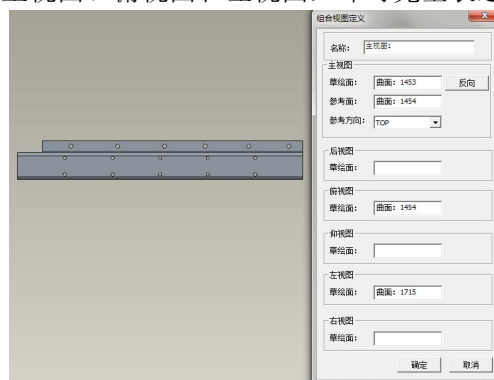

图 6
- 通常模型应该有至少 3 个基本视图，并根据零件结构的特点，增加其他视图、剖视图等。如图 6，定义支架的主视图、俯视图和左视图，即可完全表达零件的结构形状。